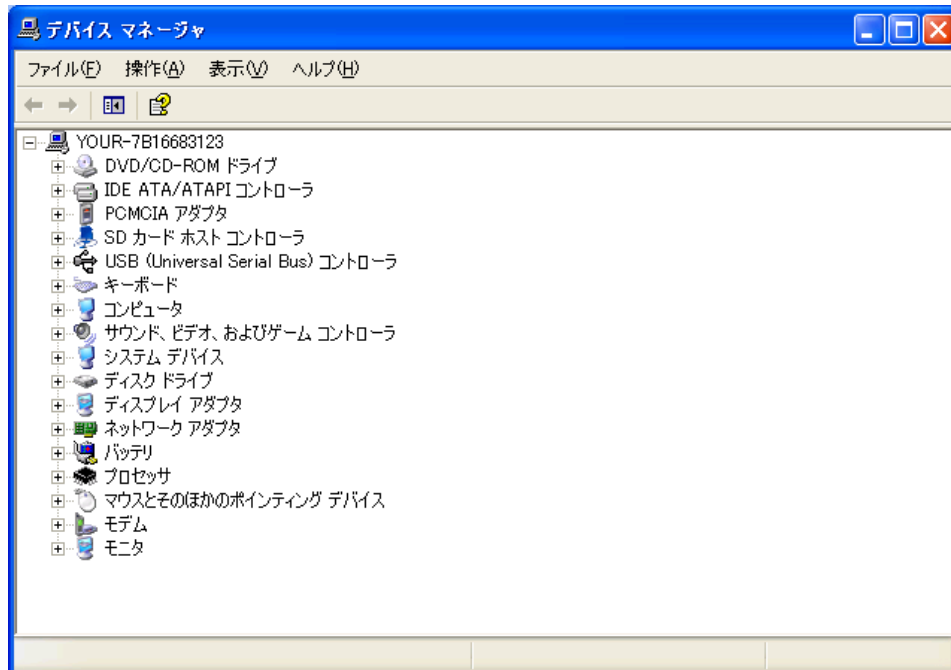

図 3-11
- ① コントロールパネルを開き、「システム」をダブルクリックし、「システムのプロパティ」を開きます。
- ② 「ハードウェア」タブをクリックします。
- ③ 「デバイス マネージャ(D)」をクリックすると次の画面が表示されます(図 3-11)。